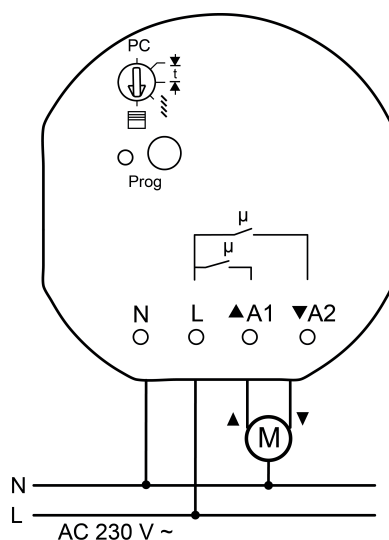

Figure 2: Exemple de raccordement
- Raccorder la charge selon l'exemple de raccordement (figure 2).